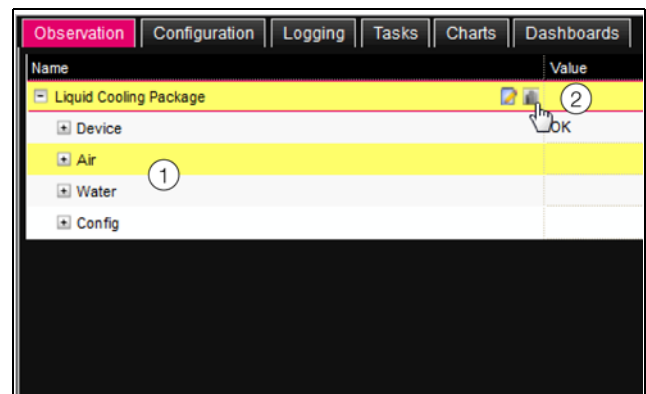

Рис. 83: Древоподобная структура
Когда после выбора уровня "Liquid Cooling Package" отображаются нижестоящие элементы "Device", "Air", "Water" и т. д. (рис. 83), перейдите в графическое отображение следующим образом:
- Нажмите на цветной графический символ в виде диаграммы рядом с элементом "Liquid Cooling Package" (рис. 83, поз. 2).
Отображение поменяется на древовидную структуру (рис. 83) и Вы можете целенаправленно получить доступ к настройкам Liquid Cooling Package.